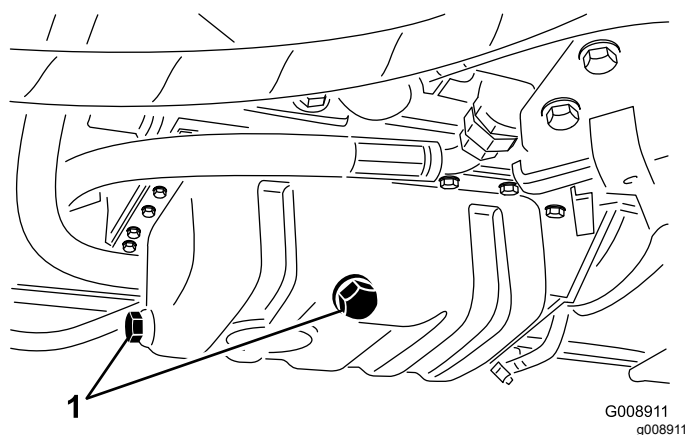

Figura 65
3. Togliete un tappo di spurgo (Figura 65) e lasciate defluire l'olio in una bacinella; quando l'olio smette di defluire, montate il tappo di spurgo.